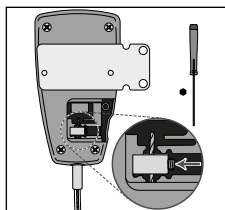

Abb. 6
5. Lösen Sie mit dem Innensechskantschlüssel die Stiftschraube des Kabelendstücks (2 bis 3 Umdrehungen) und entfernen Sie es vom Innenkabel (siehe Abb. 6).